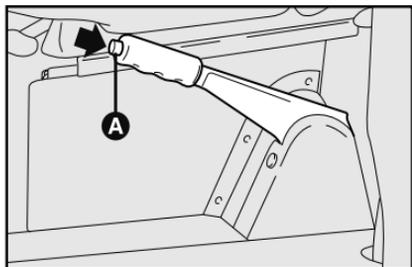

fig. 1
1) levante un poco la palanca y presione el botón de destrabamiento **A**-fig. 1;